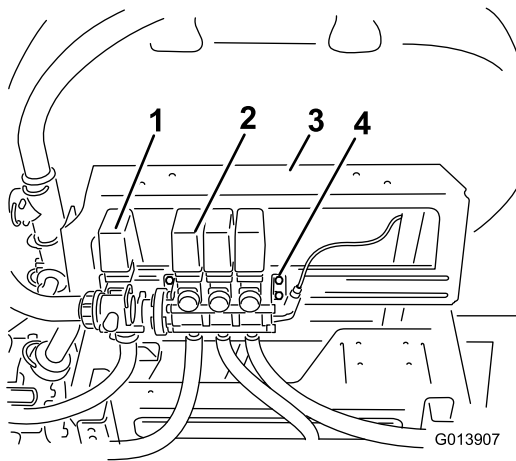

Bild 3
1. Lösen Sie die Schrauben (nicht abnehmen), mit denen das Auslegerventil an der Befestigungshalterung befestigt ist (Bild 3).